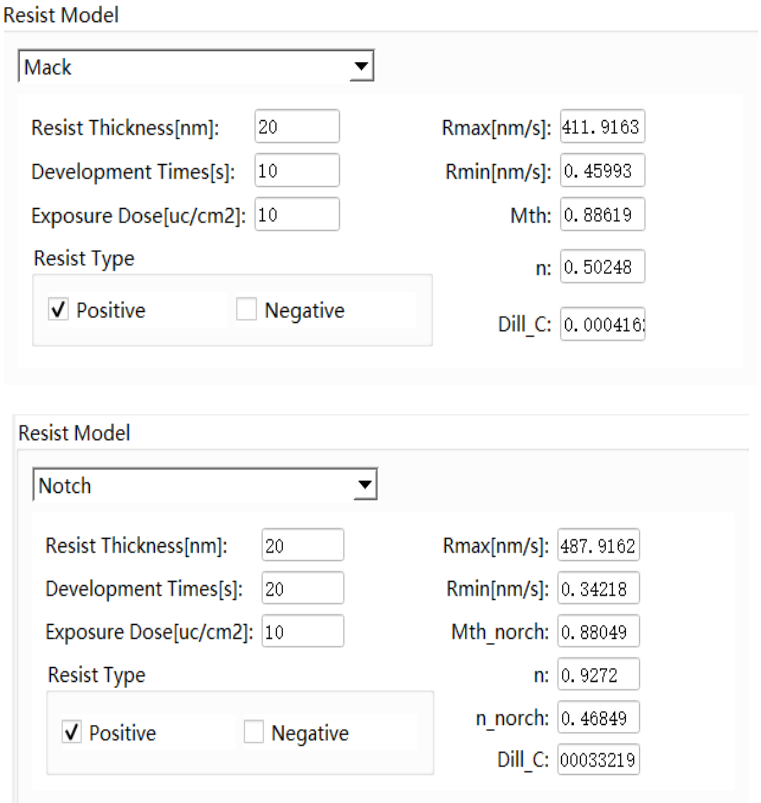
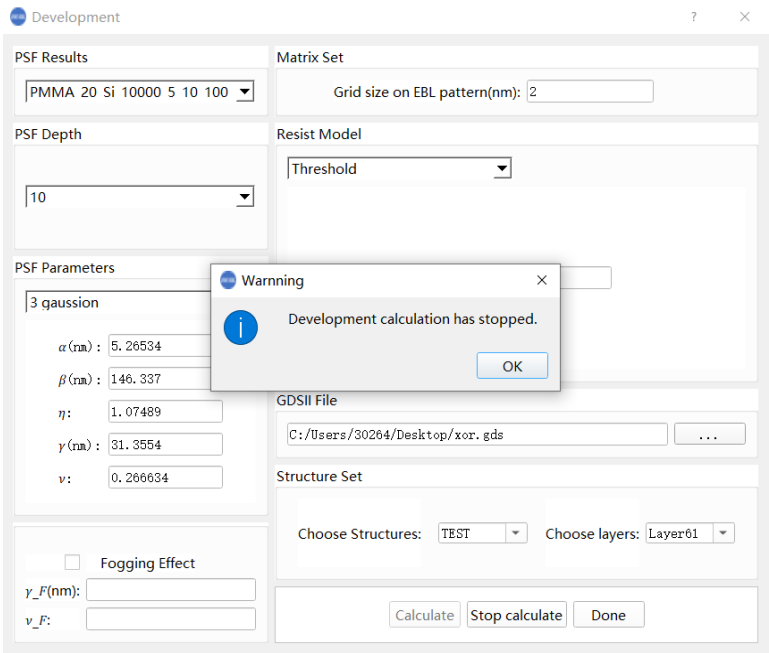
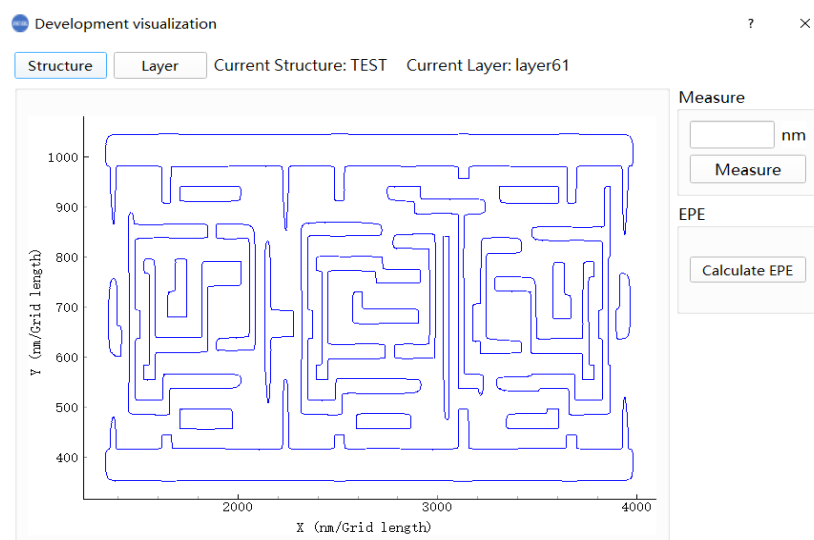

图 3.2.2 三种 显影模型
图 3.2.3 终止计算边缘位置误差界面
图 3.2.4 边缘位置误差界面
- (7) “Resist Model”选择显影模型, 有 Threshold, Mack, Notch 三种模型(如图 3.2.2)。Threshold 模型: 设置一个阈值范围 0 到 1, 曝光后的版图归一化的值大于阈值的位置显示 1, 反之为 0。Mack 模型[17]: “Resist Type”表示选择正抗
(9)点击“Calculation”(如图 3.2.2), 进行边缘位置误差计算, 若输入参数不完整则不能开始计算。计算完成有提示框(如图 3.2.3)。计算完成后点击“Done”关闭当前窗口。
(10)点击“Stop Calculation”可中止当前计算(如图 3.2.4)。
(11)边缘位置误差计算完成以后，点击图 3.2.3 对话框中的“OK”，可自动弹出显示版图边缘位置误差计算结果的对话框（如图 3.2.4）（注意：只含有 TEXT 图素的版图不能进行边缘位置误差计算计算）